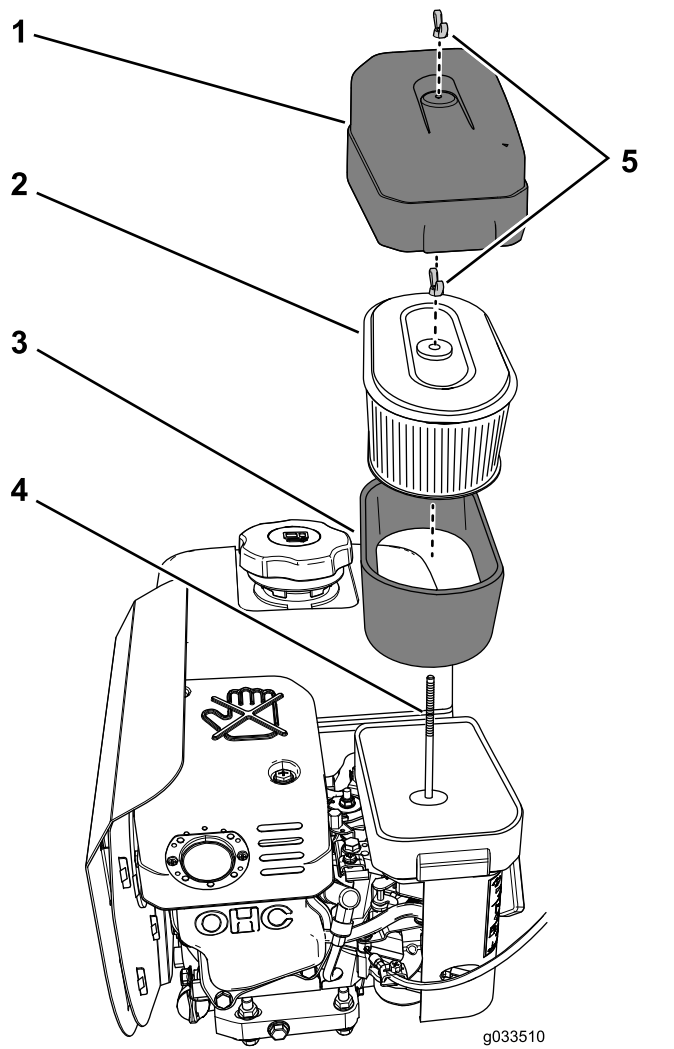

Figura 6
2. Limpe em torno do filtro de ar para impedir que a sujeira entre no motor e possa danificá-lo (Figura 6).
3. Rode a porca de orelhas que fixa a cobertura do filtro de ar no sentido contrário ao dos ponteiros do relógio e retire a cobertura (Figura 6).
4. Rode a porca de orelhas que fixa os elementos de papel e de espuma do filtro no sentido contrário ao dos ponteiros do relógio e retire os elementos do filtro da barra de suporte (Figura 6).
5. Puxe cuidadosamente o elemento de esponja do elemento de papel (Figura 6).
1. Inspeção o elemento no que respeita a rasgos, película oleosa ou danos (Figura 6).
1. Deslize cuidadosamente o elemento de espuma do filtro para o elemento de papel do filtro (Figura 6).
2. Alinhe o furo na placa superior do elemento de papel do filtro com a barra de suporte do carburador (Figura 6).
3. Prenda os elementos do filtro ao carburador com a porca de orelhas (Figura 6) que removeu no passo 4 de Retiro dos elementos de esponja e de papel (página 6).
4. Alinhe o furo na cobertura do filtro de ar com a barra de suporte (Figura 6) e prenda a cobertura à barra com a porca de orelhas que removeu no passo 3 de Retiro dos elementos de esponja e de papel (página 6).